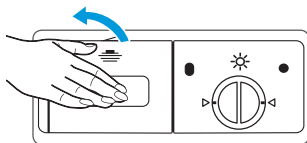

Fig. 3
3. Feche a tampa do compartimento e pressione-a até encaixar corretamente no lugar (Fig. 3).